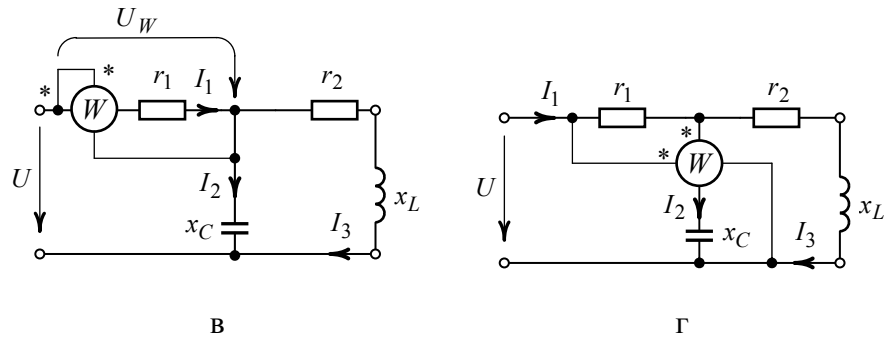

Рис. 8.9
Для цепи (рис. 8.9) требуется определить показания ваттметров для различных схем включения его измерительных обмоток. Дано: $U = 120$ В, $r_1 = 12$ Ом, $r_2 = 16$ Ом, $x_L = 46$ Ом, $x_C = 34$ Ом.
3. Показание ваттметра, включенного по схеме (рис. 8.9, а), найдем, предварительно определив комплекс действующего напряжения:
4. Показание ваттметра, включенного по схеме, рис. 8.9, б.
Напряжение, приложенное к измерительной обмотке ваттметра, найдем по второму закону Кирхгофа для указанного на схеме, рис. 8.9, б, контура:
5. Показание ваттметра, включенного по схеме, рис. 8.9, в.
6. Показание ваттметра, включенного по схеме, рис.8.9, г.